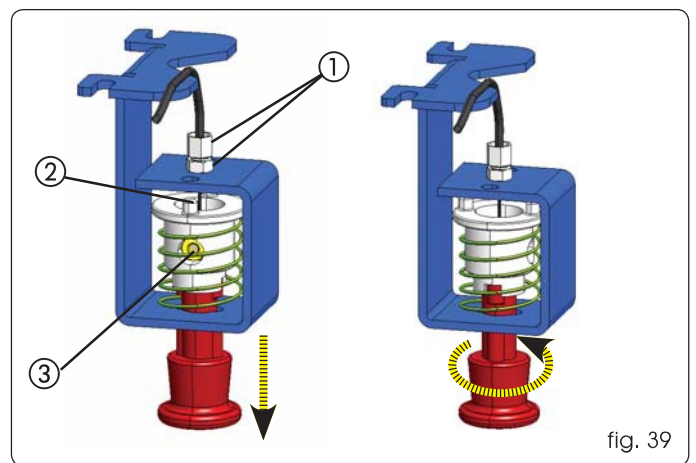

fig. 39
- Visser le dispositif de réglage, avec l'écrou de blocage correspondant, d'après la fig. 39 réf. ①.
- Introduire le câble en acier à l'intérieur du dispositif de réglage; le faire passer à l'intérieur du dispositif de déverrouillage (fig. 39 réf. ②).
- Bloquer le câble en acier avec l'étau prévu à cet effet et serrer la vis (fig. 39 réf. ③).
- Amener la gaine noire du câble contre le dispositif de réglage (fig. 39 réf. ①).
- Bloquer la poignée en la tirant et en la tournant de 90° et contrôler qu'elle ne revient pas dans la position d'origine (fig. 39).
- Si des réglages sont nécessaires, agir sur le dispositif de réglage de la patte de la poignée (fig. 39 réf. ①).